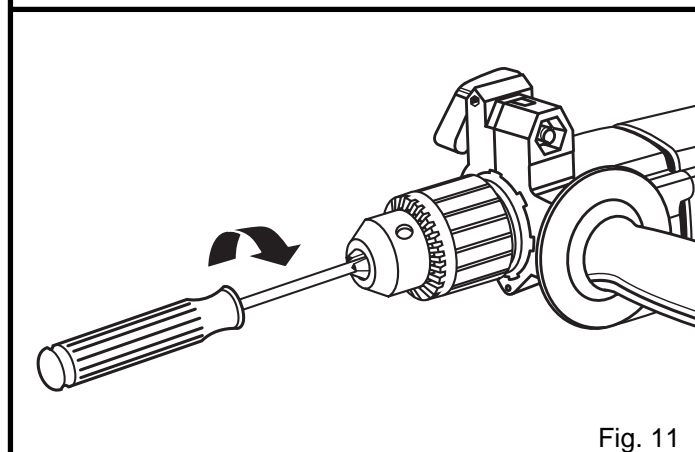

Fig. 11
4. Ouvrez les mâchoires du mandrin et enlevez la clé hex. Enlevez la vis du mandrin en la tournant vers la droite. Voir figure 11.